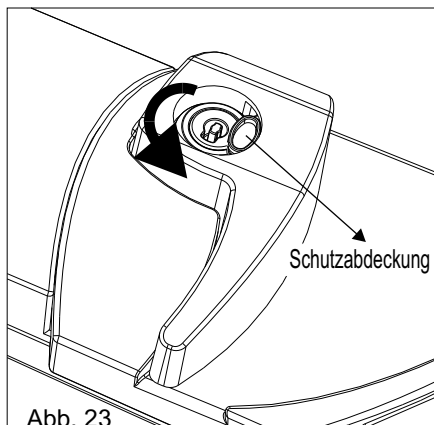

Abb. 23
- 1) Die Schutzabdeckung des Schlosses gegen den Uhrzeigersinn drehen (Abb.23);